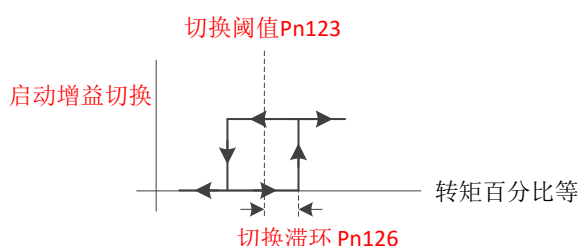

图 11-25 切换滞环示意图
- 用户需设定“切换门槛水平” (Pn123) 和“切换滞环” (Pn126)，如图 11-25 切换滞环示意图所示。